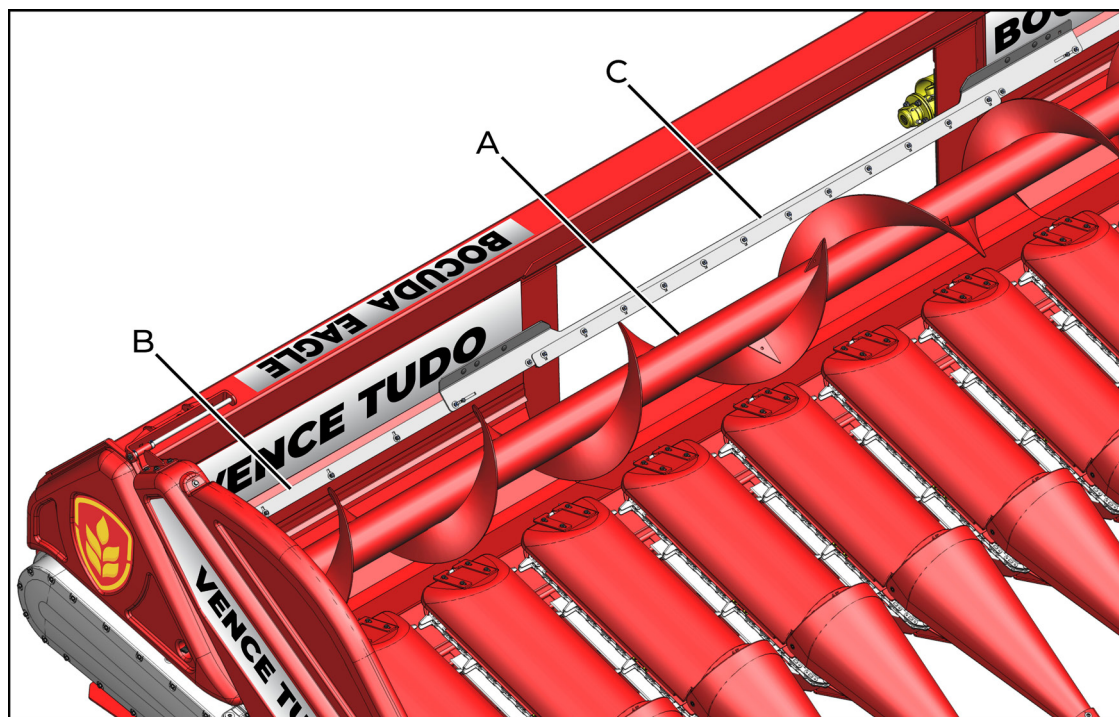

fig. 56
Para mejorar la eficiencia del sinfín de alimentación (A) (fig. 56), lo cabezal dispone de un sistema de raspador (B). Este raspador se puede ajustar para que quede lo más próximo posible del helicoide del sinfín. En la figura 57, consulte la holgura indicada entre el sinfín de alimentación y el raspador.
En situaciones de cosecha, en las que existe un alto índice de plantas invasoras, se debe montar el raspador central (C) (fig. 56) para evitar la acumulación de material en el centro del sinfín. El raspador central es un conjunto opcional y puede adquirirse en forma separada de lo cabezal.